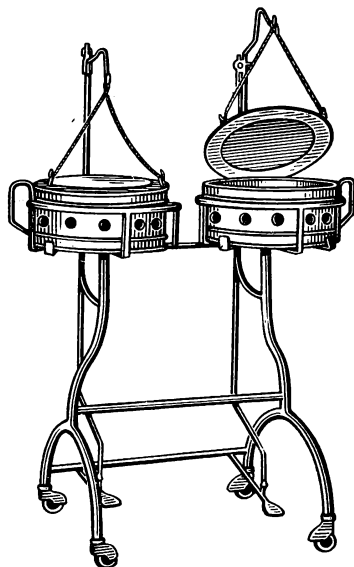

Рис. 3. Стерильные биксы на подставках.
4. Стерильные биксы на подставках, располагающиеся рядом с большим инструментальным столом. В этих биксах находится необходимое операционное белье и перевязочный материал (рис. 3).